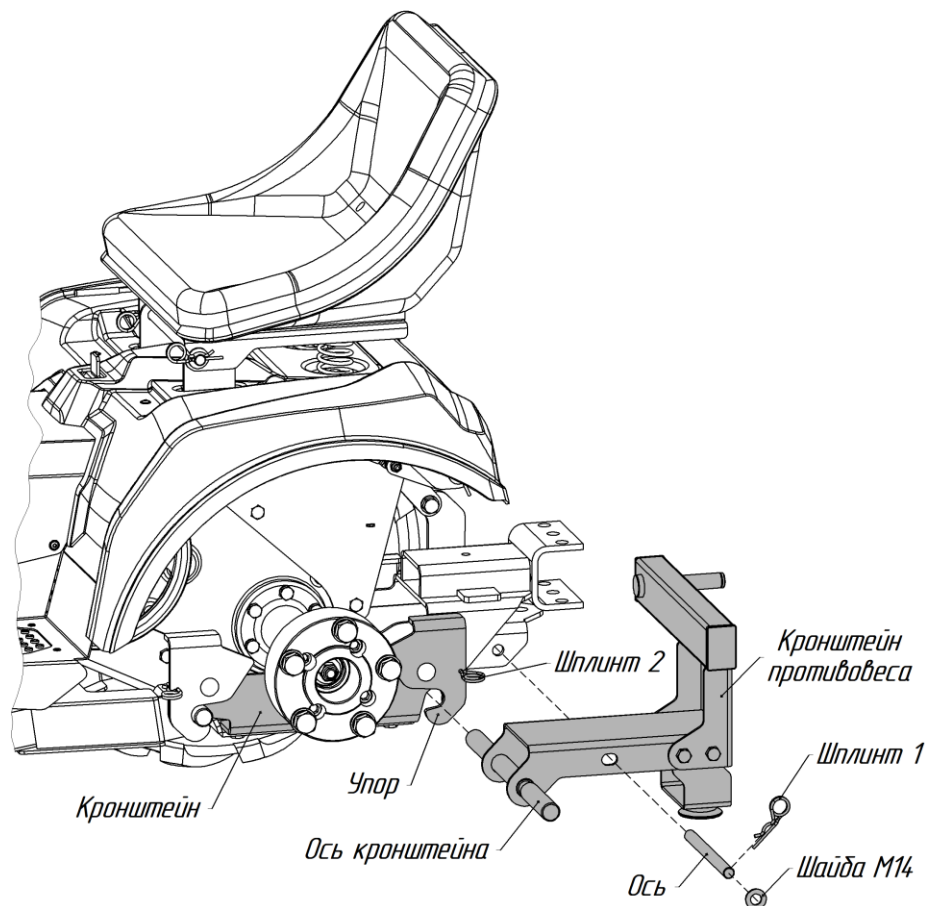

Рисунок 6
9. Собранный кронштейн противовеса присоедините к трактору для чего (рисунок 6):